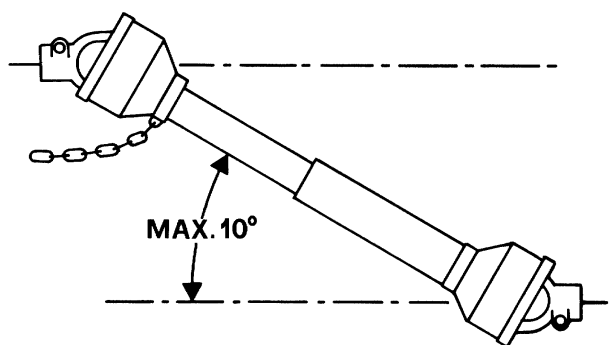

Fig. 5
- 39) Disinserire, sempre, la presa di forza quando l'albero cardanico fa un angolo troppo aperto (mai oltre i 10÷15 gradi - Fig. 5) e quando non viene usata.
- 39) *Always disengage the pto when the cardan shaft is set at an excessively open angle (never beyond 10÷15 degrees - Fig. 5) and when it is not in use.*
- 39) Die Zapfwelle immer ausschalten, wenn die Gelenkwelle einen zu großen Winkel einnimmt (nie über 10÷15 Grad - Abb. 5) und wenn sie nicht gebraucht wird.
- 39) *Débrayez toujours la prise de force quand l'angle de l'arbre à cardans est trop ouvert (jamais plus de 10÷15 degrés Fig. 5) et lorsque vous ne devez pas l'utiliser.*
- 39) Desactivar, siempre, la toma de fuerza cuando el árbol cardánico hace un ángulo demasiado abierto (nunca superar los 10÷15 grados - Fig. 5) y cuando no la usamos.